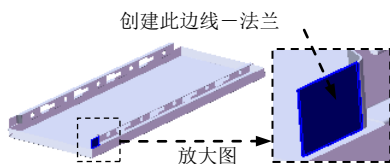
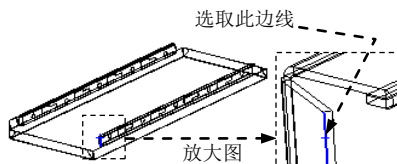

图 17.6.45 创建边线一法兰 18
图 17.6.46 定义特征的边线
Step22. 用相同的方法创建另一侧的边线一法兰 18 (图 17.6.45), 边线法兰的边线如图 17.6.46 所示。详细操作过程参见 Step20。